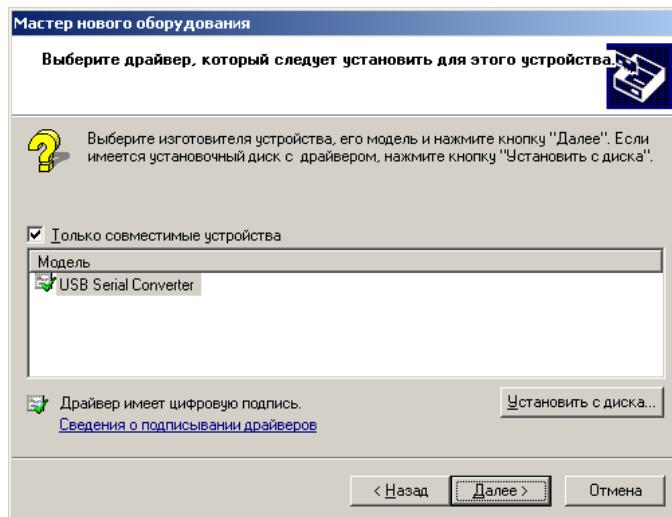

Рис.16. Выбор драйвера устройства.
9) Откроется окно выбора драйвера устройства (рис.16). Убедиться, что в нем отмечен флажок "**Только совместимые устройства**", а в списке моделей присутствует строка "**USB Serial Converter**", затем нажать кнопку "**Далее**".